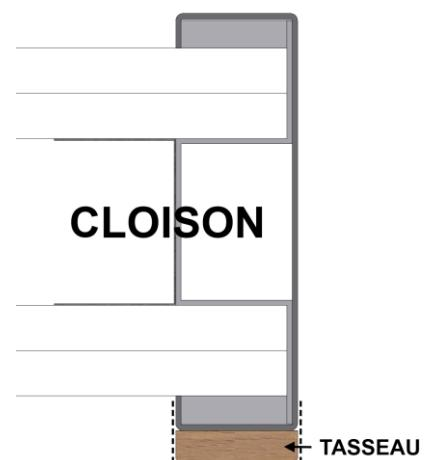

Figure 3
- **Tasseau sur parement :** Retirer le film adhésif du double-face et positionner le tasseau d'habillage de manière à ce qu'il soit affleurant aux bords de l'huissière (voir figure 3 à la page 9).
- Tasseau sur parement :** Retirer le film adhésif du double-face et positionner le tasseau d'habillage sur le parement de la traverse de manière à ce qu'il soit affleurant aux bords de l'huisserie en l'insérant entre les deux autres tasseaux déjà en place sur les montants (voir figure 3 à la page 9).